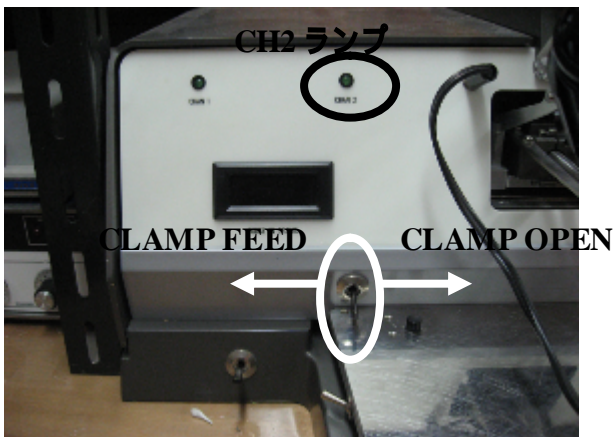
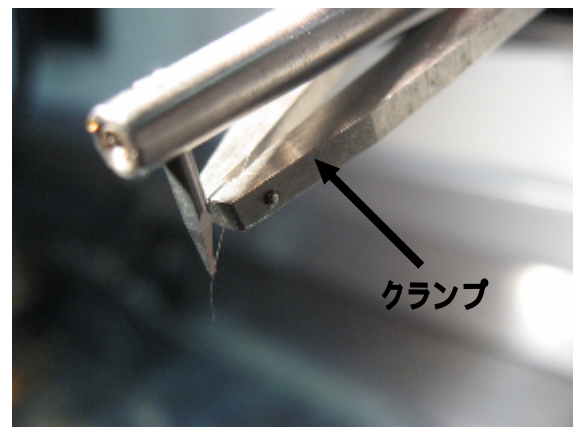
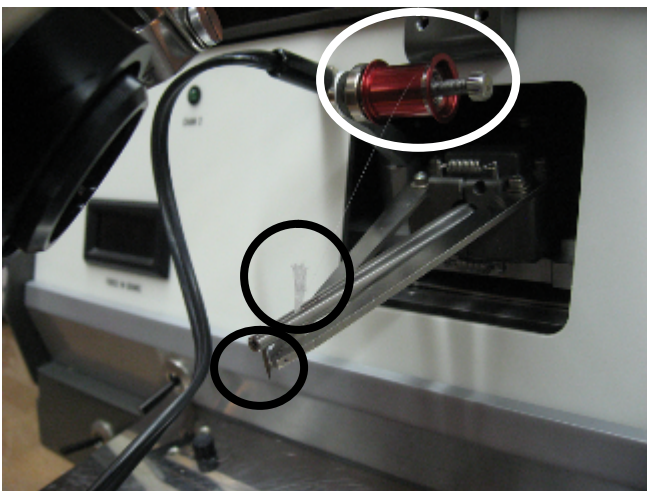

図4. CLAMP OPEN スイッチ
図5. ウェッジ(針)部 拡大写真
図6. ワイヤ通しの順序
- i. CLAMP OPEN(図4)でクランプを開けると(図5)、CH2ランプ点灯。
- ii. アルミワイヤを図4の  の順に通す(図6)。